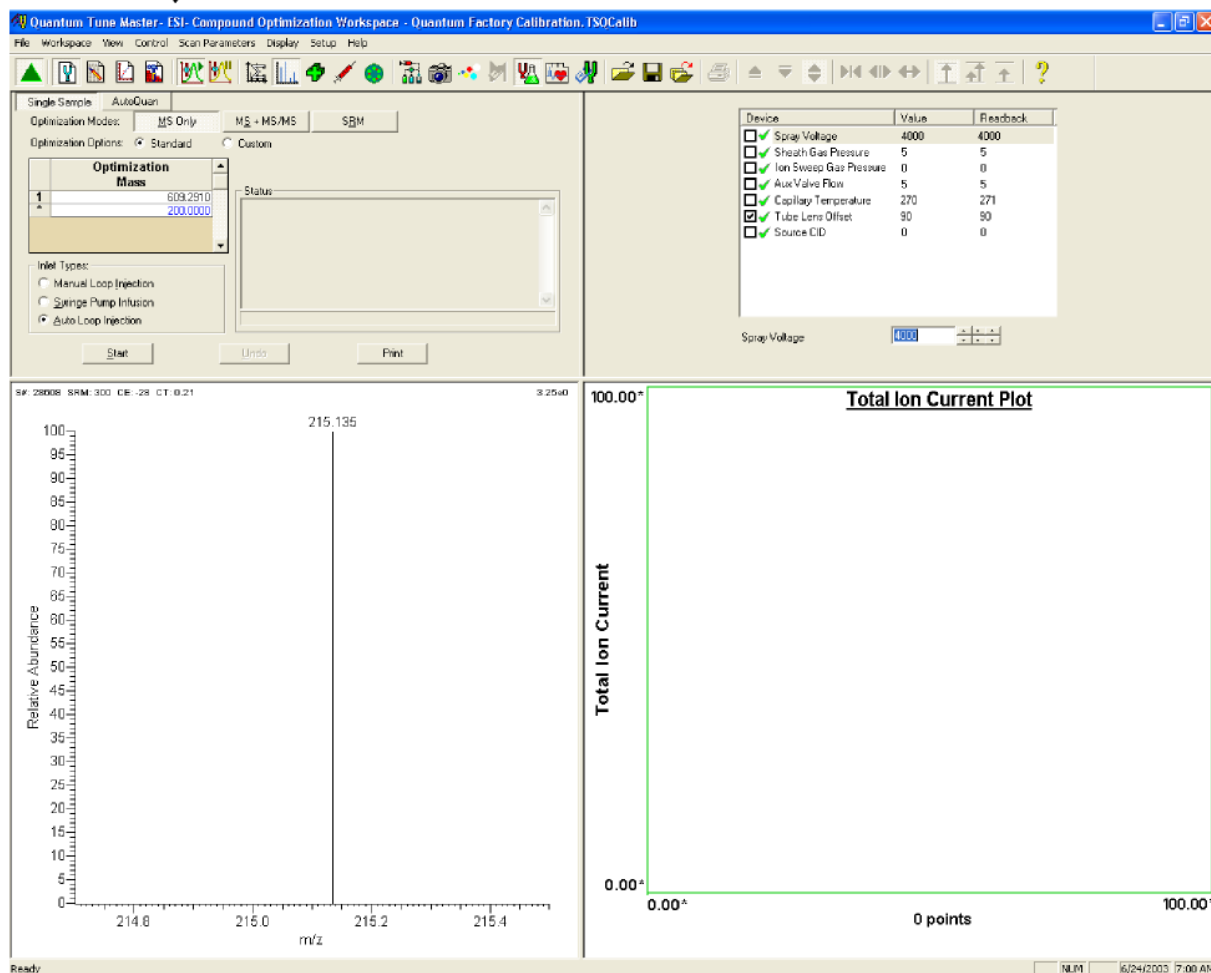

图3-3. 化合物优化工作区域，图中显示当前质谱仪处于ESI模式
2. 在使用ESI源进行样品分析之前，一定要将Tune Master置于ESI源模式。当前离子源的模式显示在标题栏上，如图3-3所示。选择**Setup(设置) > Change Ion Source (更换离子源)> ESI**，将Tune Master置于ESI源模式下。
3. 在Control (控制)/ Scan(扫描)模式工具栏上点击Compound Optimization Workspace(化合物优化工作区域)按钮，显示Compound Optimization workspace(化合物优化工作区域) (图3-3)。